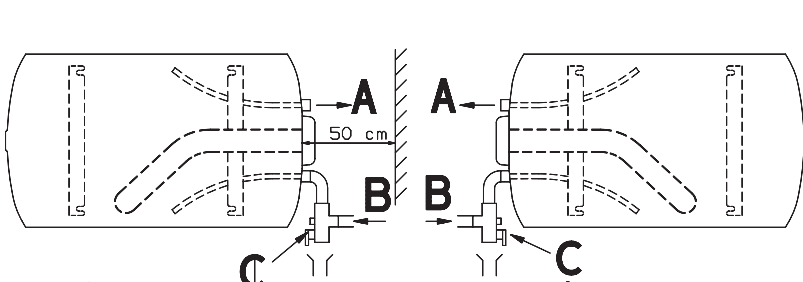

Fig. 5
- Fig.5 modèle horizontal à droite
- Fig.5 horizontal model, right
- Fig.5 modelo horizontal à direita